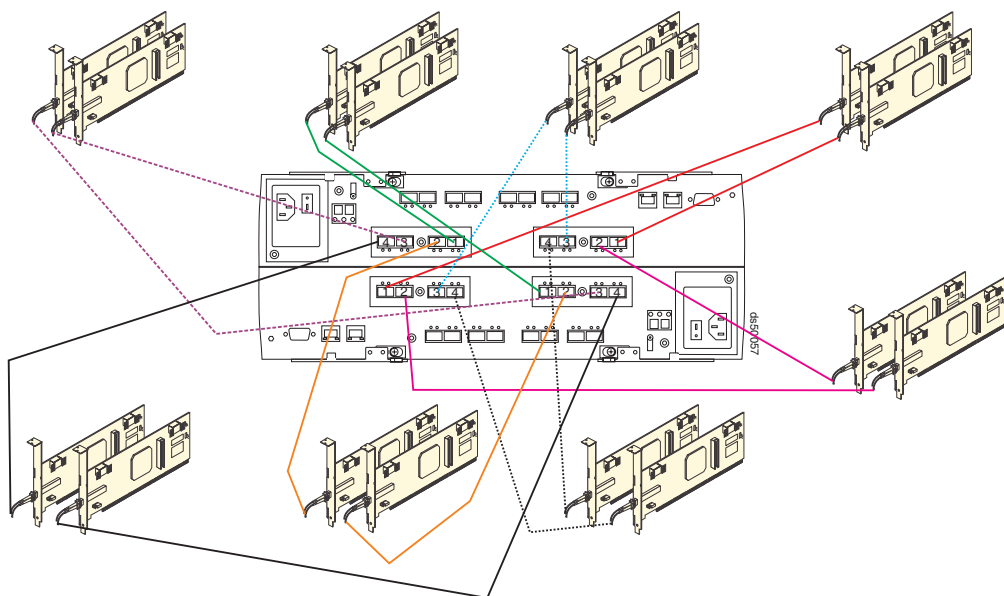

Figura 72. Diagrama de cabeamento para oito conexões de host redundantes
3. Repita as etapas 1 e 2 para cada conexão de host redundante adicional. Você pode criar um máximo de oito conexões host redundantes, conforme mostrado na Figura 72 na página 116.
Nota: A Figura 72 na página 116 mostra que as portas de host estão conectadas a oito conjuntos de FC HBAs (Host Bus Adapters). Você poderá substituir um ou todos esses conjuntos de HBAs FC com